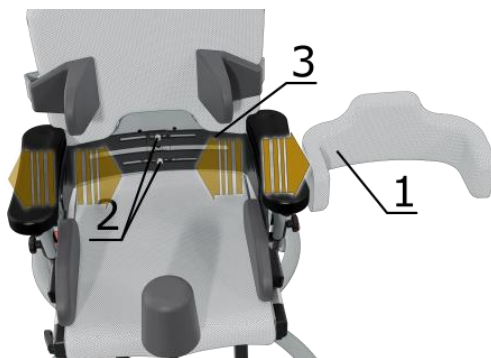

Рисунок 13. Настройка опоры поясницы.
Снимите поясничный валик (1). Затем, ослабив фиксирующие винты (2), вращением против часовой стрелки, установите нужное положение опоры (1). Плотно затяните фиксирующие винты (2) вращением по часовой стрелке и верните поясничный валик (1) на место (рис.13).